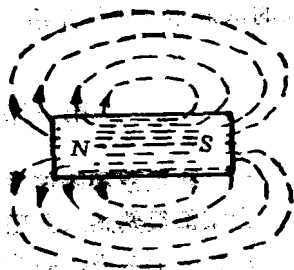

图 1-2
1. 磁力线总是由北极发出，而进入南极。在磁铁内部，再由南极又回到北极。因此，磁力线总是无头无尾，构成一个闭合的环路，如图 1-2 所示。